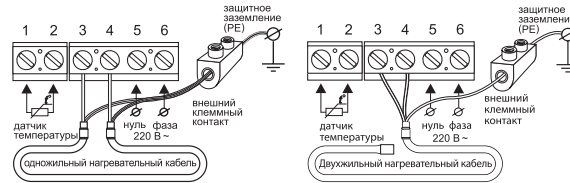

Рис. 3
Датчик температуры подключается к клеммам 1 и 2, (полярность при этом не имеет значения). Напряжение питания (переменное 220 В) подается на клеммы 5 и 6, причем фаза (определяемая индикатором) – на клемму 6, а нуль – на клемму 5. Выводы нагревательной секции или мата подключаются к терморегулятору следующим образом: белый (коричневый) провод подключается к клемме 3; голубой (светло-синий) провод подключается к клемме 4; вывод экранирующей оплетки (желто-зеленый провод) – к линии защитного заземления (PE), через внешний клеммный контакт (рис. 3).